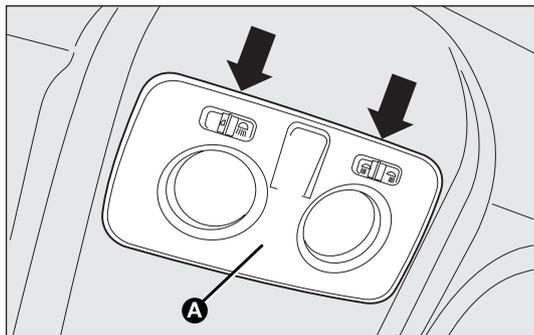
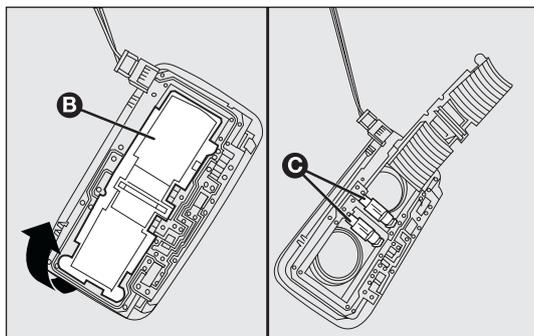

fig. 166
fig. 167
- ❑ agire nei punti indicati dalle frecce e rimuovere la plafoniera A-fig. 166;
- ❑ aprire lo sportellino di protezione B-fig. 167;
- ❑ richiudere lo sportellino B-fig. 167 e fissare la plafoniera A-fig. 166 nel proprio alloggiamento accertandosi dell'avvenuto bloccaggio.